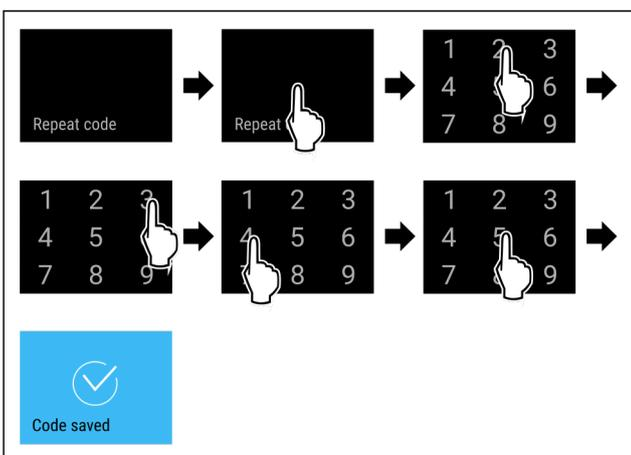

Fig. 99
- u Handlungsschritte (siehe Fig. 99) durchführen.